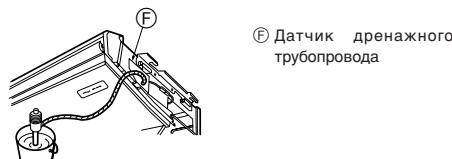

Fig. 5-3
- Прикрепите соединительную муфту ⑤, входящую в комплект поставки прибора, к дренажному отверстию прибора с помощью винилхлоридного адгезива.
- Прикрепите изоляцию для муфты ⑥, поставляемую в комплекте с прибором, к соединительной муфте ⑤.
- Прикрепите установленный на месте дренажный трубопровод (VP20) к соединительной муфте ⑤ с помощью винилхлоридного адгезива.
- Оберните изоляцию дренажного трубопровода ⑦, входящую в комплект поставки прибора. (Шовная обмотка)
5. Убедитесь в правильности дренажа. (Fig. 5-3)